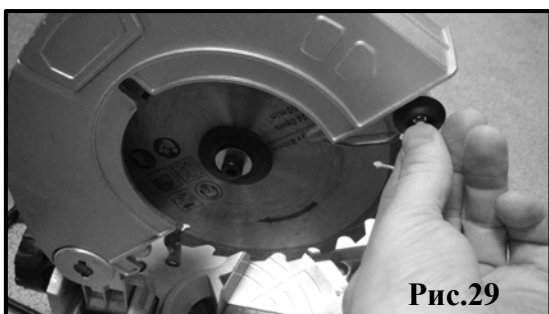

Рис.29
5.8. Установка нового пильного диска (рис.29)